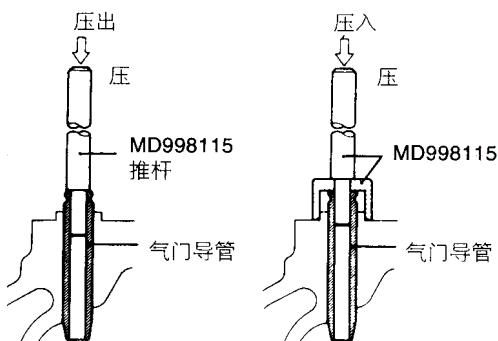

图 2-66 更换气门导管
(1) 如图 2-66 所示, 用专用工具和一台压力机, 向气缸盖垫片面方向压出气门导管。